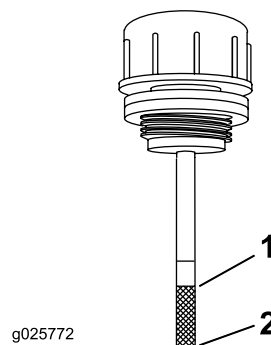

Figure 71
5. Nettoyez la surface autour de la jauge du réservoir du système hydraulique (Figure 71).
6. Sortez la jauge du réservoir hydraulique (Figure 71).
8. Ressortez la jauge et examinez son extrémité (Figure 71). Si le niveau de liquide est au repère minimum, versez lentement la quantité de liquide qui convient dans le réservoir hydraulique pour faire monter le niveau jusqu'au repère maximum.